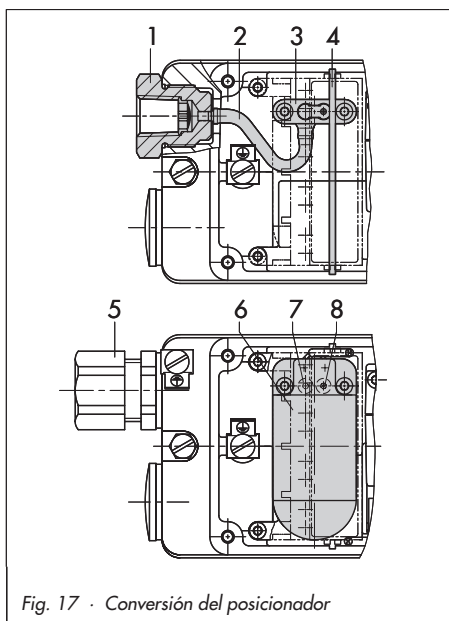

Fig. 17 · Conversión del posicionador
- tro (sombreado en la fig. 17) debe quedar colocado sobre el orificio derecho.
6. Cerrar la caja lateralmente con el racor de conexión (5) o con tapón con junta.